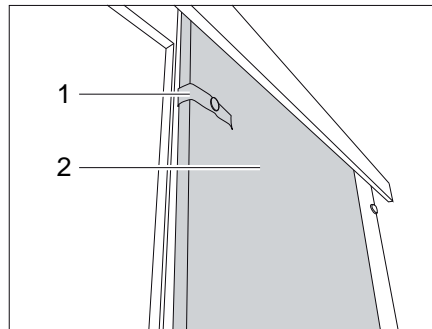

Bild 78 Schiebetür
- Das mit Sicherungsband (Bild 78,1) lösen.
- Schiebetür (Bild 78,2) in Schließstellung ziehen.
- Schiebetür (Bild 78,2) in die Öffnungsposition führen.
- Schiebetür mit dem Sicherungsband (Bild 78,1) befestigen.